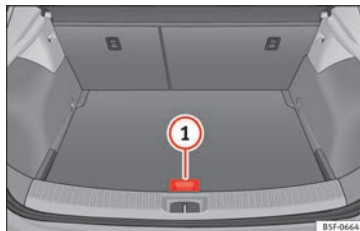

Abb. 179 Gepäckraum: variabler Gepäckraumboden
- Heben Sie den variablen Gepäckraumboden am Haltegriff » Abb. 179 ① an, ziehen Sie ihn und drücken Sie ihn zur Rücksitzlehne, bis der bewegliche Teil des Bodens auf diesem ruht.